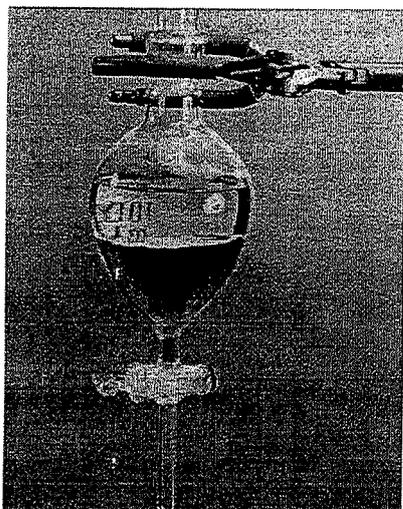

Figura 12.4. Funil de decantação ou de separação.
- f- Recolher o destilado em uma proveta de 100 mL. Esperar por alguns minutos para as duas fases se separarem. Observe que a fase inferior (mais densa) pode ser facilmente retirada em um funil de separação (através da abertura da torneira do funil de separação), Figura 12.4.